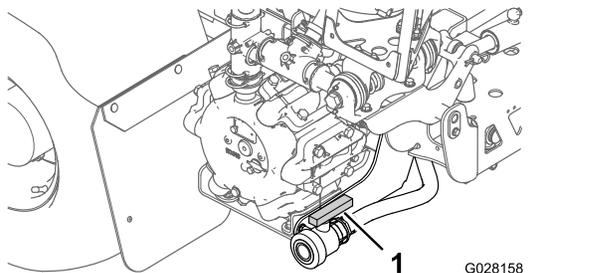

Figura 46
2. Localice la válvula de vaciado del depósito situada en la parte trasera de la máquina (Figura 46).